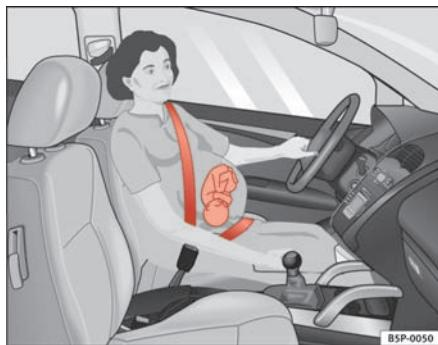

Fig. 14 Colocación de la banda del cinturón en el caso de mujeres embarazadas
- Tire de la lengüeta del cinturón y coloque este último sobre el pecho y lo más abajo posible en la región pélvica de modo uniforme ⇒ fig. 14.